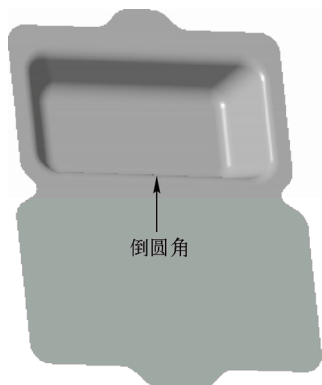

图 16-22 创建倒圆角特征三
STEP 04 用与上述同样的方法，使用“倒圆角”命令，设置圆角半径为“6”，创建倒圆角特征，效果如图 16-22 所示。